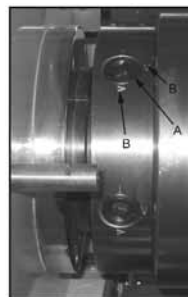

Fig. 3
5. Løft patronen op til spindelnæsen og tryk den på spindlen. Spænd den på plads ved at dreje alle camlocks 1/4 omgang med uret. Justeringsmærket (A, Fig. 3) på camlock'en skal stå mellem de to pile, når de er tilspændt. Hvis justeringsmærket ikke står mellem de to pile, skal patronen afmonteres, og støtteboltene til camlock skal justeres ved enten at dreje dem en fuld omgang ud (hvis camlocks ikke griber fat) eller ved at dreje en fuld omgang ind (hvis camlocks drejes uden for justeringsmærkerne).